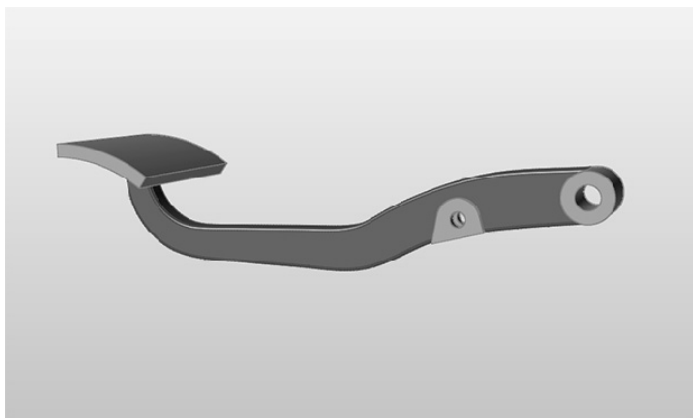

图 6-36
6) 单击空白处取消选定所有零件, 导入的 CAD 几何体即准备就绪并可进行优化, 其中的制动臂被指定为设计空间 (优化过程中, 将会从该零件中剔除材料), 而踏板、主缸和联结部分被指定为独立的非设计空间, 如图 6-36 所示。